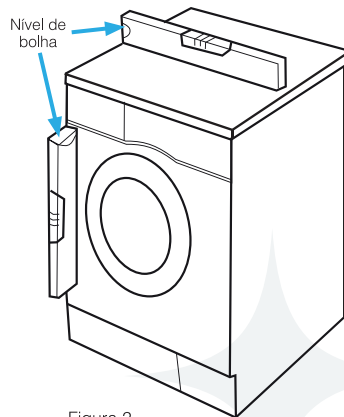

Figura 2
01. Após posicionado no local apropriado verifique se o aparelho encontra-se estável e nivelado no ambiente instalado. Para realizar a verificação, recomenda-se a utilização de uma ferramenta de nível de bolha (conforme **figura 2**).